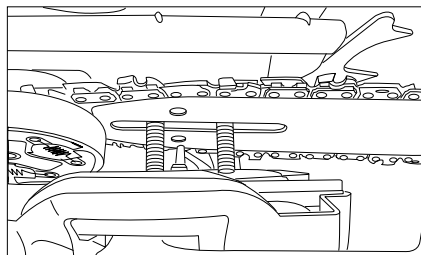

Рис. 9
9. Установете обратно защитния капак заедно с щит на спирачка на веригата така, че болтове да се поставят в предназначени за тях отвори, а регулировъчен щифт на натягане на веригата се постави в долното отворствие на шината (рис. 9).